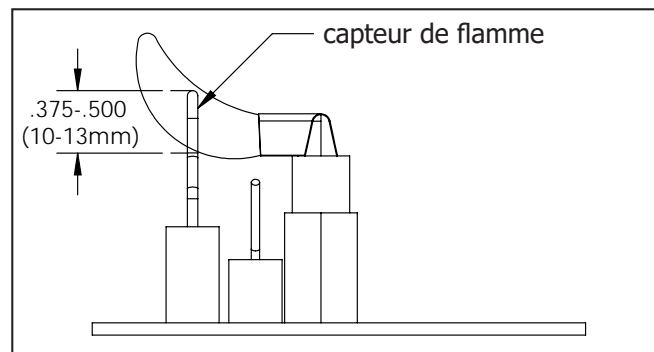

Figure 38: Flamme Pilote Propre
La réglage du veilleuse est mis au maximum à l'usine et ne devraient pas avoir besoin d'être ajusté. La veilleuse devrais envelopper 3/8" à 1/2" (10 à 13mm) de la sonde de flamme (voir Figure 38). Cependant, le cas échéant, suivez les étapes 1 à 2 ci-dessous.
1. La vis de réglage peut être atteint par l'avant de l'appareil à l'aide d'une tournevis avec une lame de 10 pouces de longueur (voir la Figure 38 pour l'emplacement sur la soupape).